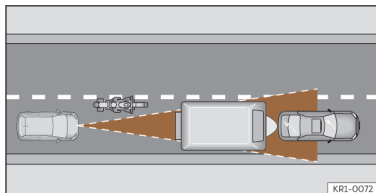

Fig. 139 Motociclo que circula à frente, fora do raio de alcance do sensor de radar.
- Veículos que circulem desalinhados ou fora da zona de deteção do sensor, por exemplo, motociclos >>> **Fig. 139**.